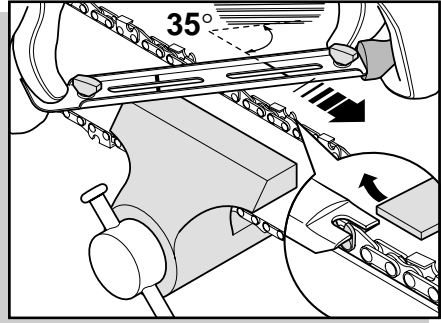

fig. 10
- Fissare la barra in una morsa in modo che la catena possa scorrere liberamente (fig.10).
- Fissare la lima al portalima e posarla sopra il dente a 35° (vedi la tacca sul portalima) (fig. 10).
- Dopo alcune affilature il delimitatore fuoriesce dalla dima occorre limarne l'eccedenza con una lima piana. Arrotondare poi il delimitatore di profondità (fig.10)